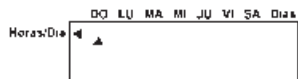

fig.11
- Sobre la parte alta de la pantalla aparecerá un triángulo que indica el día (fig. 11).